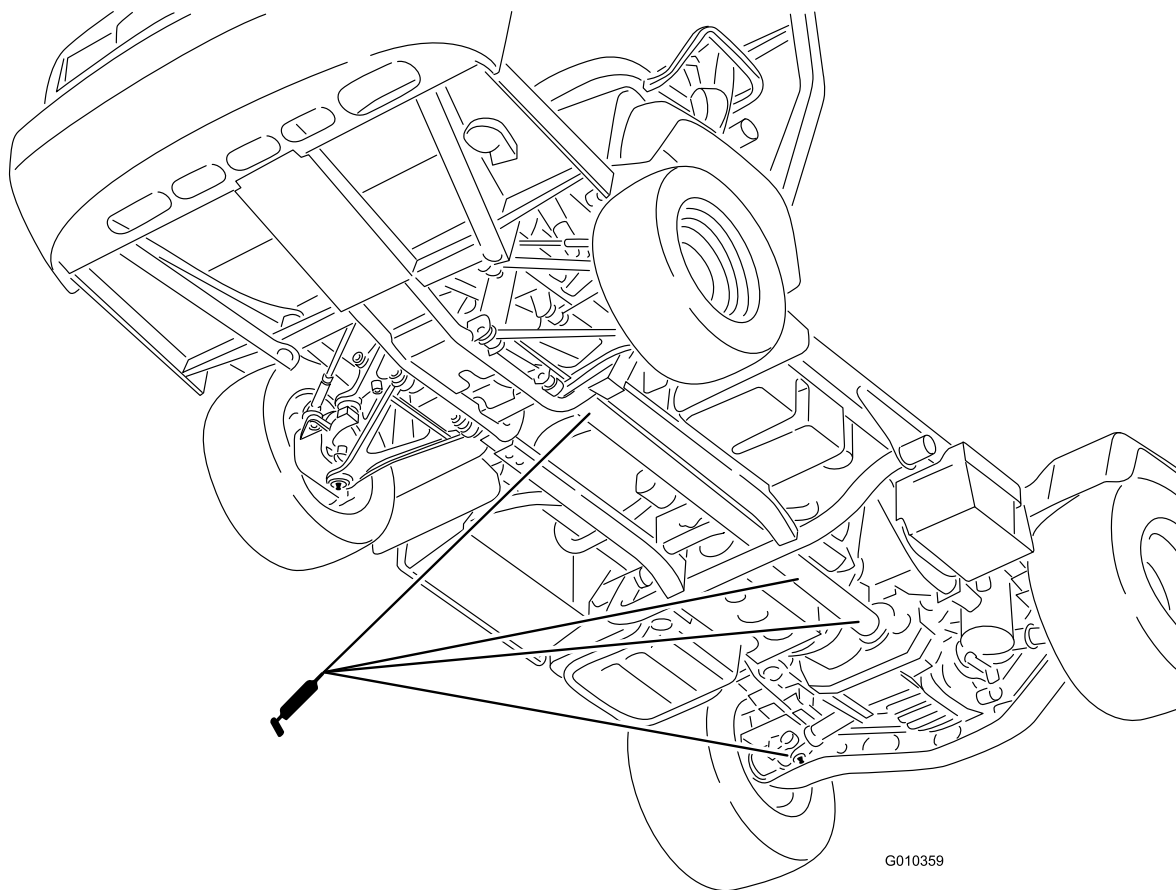

図 32
- U ジョイント (18ヶ所); 図 32を参照
- 4駆シャフト (3ヶ所); 図 32を参照